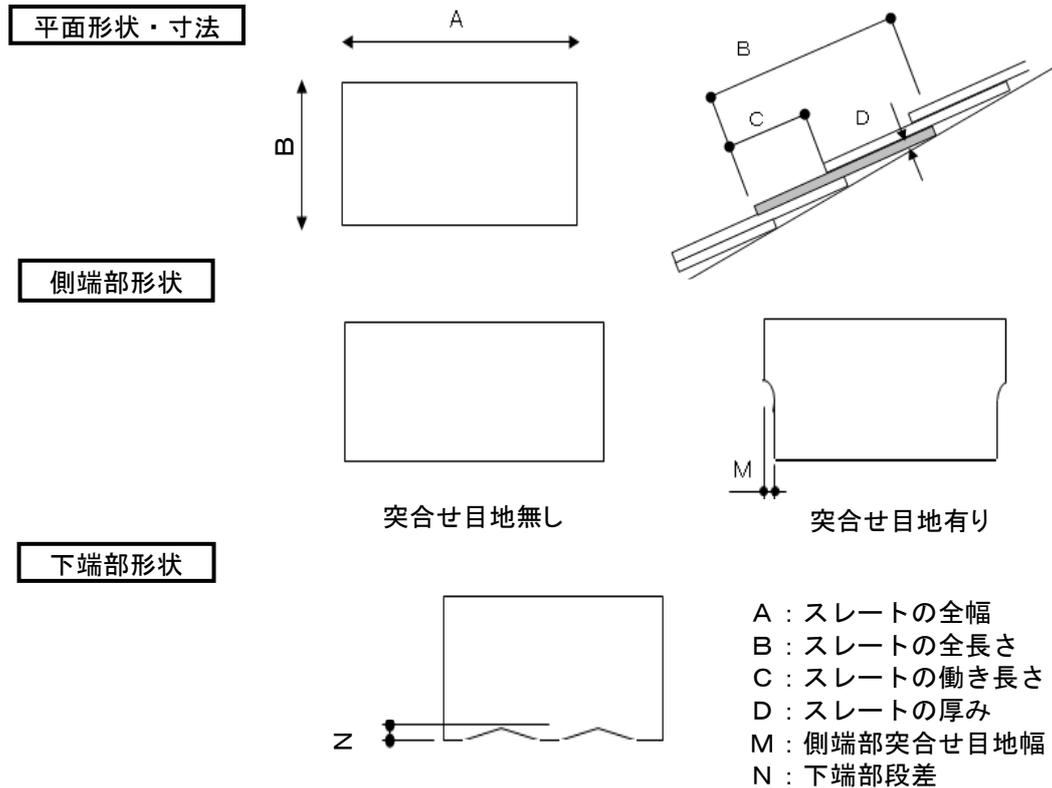

図1－標準（共通）化の部位
・屋根用スレート（平形）の交換修理に重要となる標準（共通）化の部位を図1に示す。
- ・図1 側端部形状の種類：側端部突合せ目地は、検討時、長住協会住宅メーカー出荷頻度の上位2製品について、屋根に葺いた状態でその外観を比較した結果、目地の有無により、外観の差が明確にわかることより、目地有り・無し
6.2 下端部形状(図1)